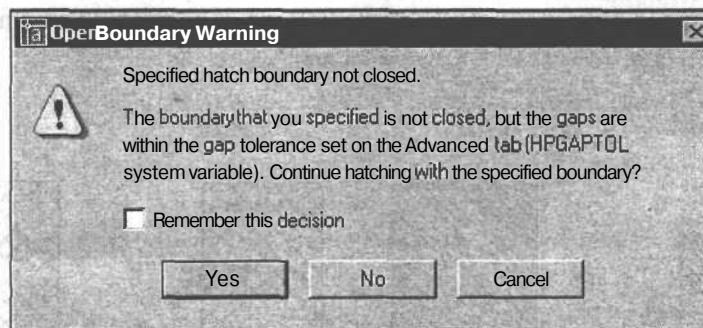

Рис. 8.15. Информационное окно с предупреждением о штриховке незамкнутого контура
4. Щелкните мышью на кнопке **Pick Points** (Указание точек). Диалоговое окно закроется, и программа временно перейдет в графическую зону чертежа. Щелкните мышью в любой внутренней точке штрихуемой области. Появится окно с сообщением о том, что далее будет заштрихована область с незамкнутым контуром (рис. 8.15).